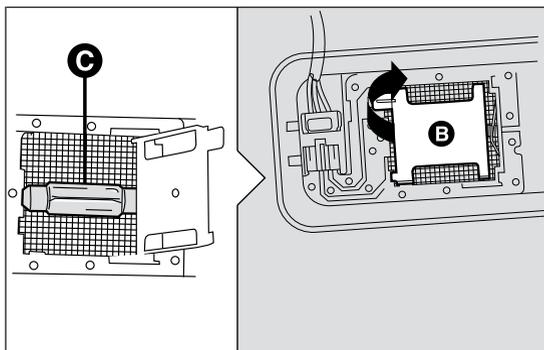

fig. 153
- abrir la tapa B fig. 153 como se indica;
- sustituir la lámpara C fig. 153 soltándola de los contactos laterales, colocar la nueva lámpara y asegurarse de que quede correctamente fijada entre estos;